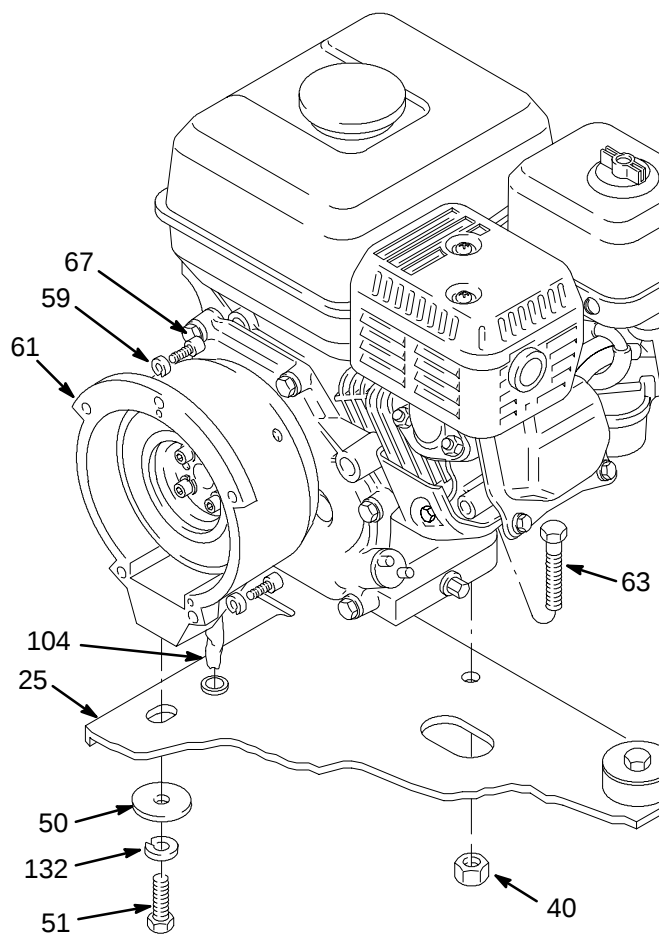

Fig. 41
1. En passant par-dessous la plaque de montage (25) du chariot, ôter la vis (51), la rondelle d'arrêt (132) et la rondelle (50) qui maintiennent le carter d'embrayage (61) au chariot. Voir Fig. 41.
2. Toujours en-dessous de la plaque de montage, ôter les deux contre-écrous (40), puis tirer les vis (63) hors de l'embase du moteur. Débrancher le fil rouge du câble moteur. Débrancher les fils noir et blanc (58) de l'inducteur. Tirer les fils avec précaution à travers les passe-fils avant de déposer le moteur. Voir Fig. 41 et 42.